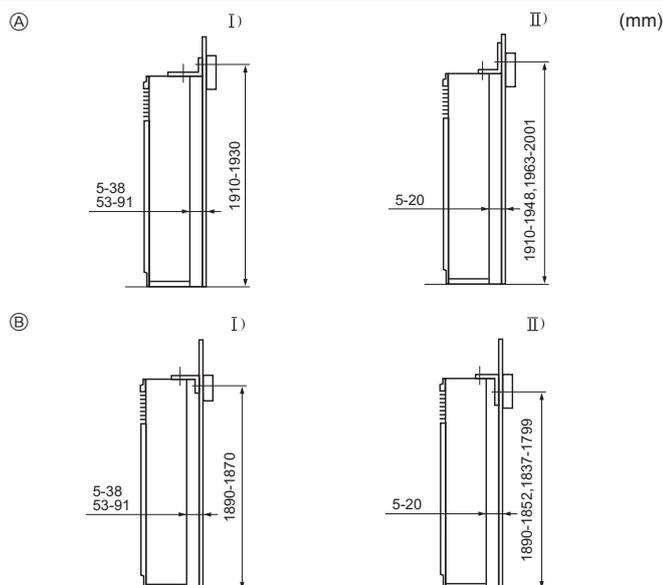

Fig. 3-3
- ① Soporte antibasculante
El soporte antibasculante ① se fija en la superficie superior de la unidad. Saque los tornillos ② y vuelva a colocar el soporte como muestra la ilustración. Con respecto a las distancias de instalación apropiadas, consulte la Fig. 3-3.
3.3. Montaje del soporte antibasculante (Fig. 3-3)